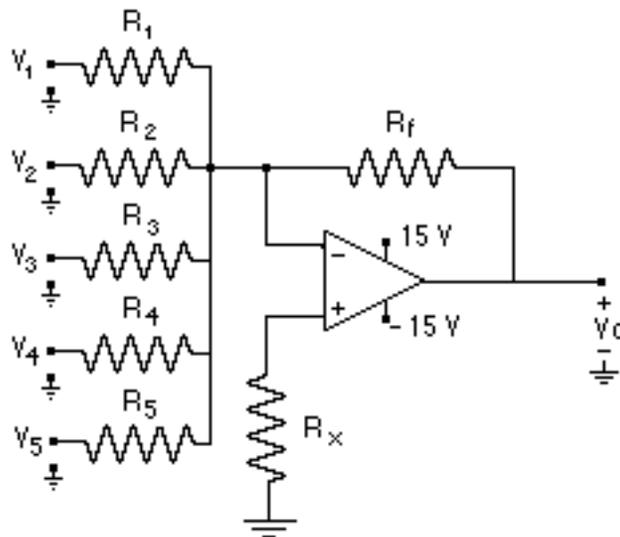

Figura 4.2.- Amplificador sumador inversor
8.- Dado el circuito de la Figura 4.2, deduzca en forma literal la expresión de la función de salida en función de todas las entradas.
9.- Indique cuál es la razón para conectar la resistencia R_x en el circuito de la Figura 4.2 y determine el valor de la misma en función de las otras resistencias del circuito.